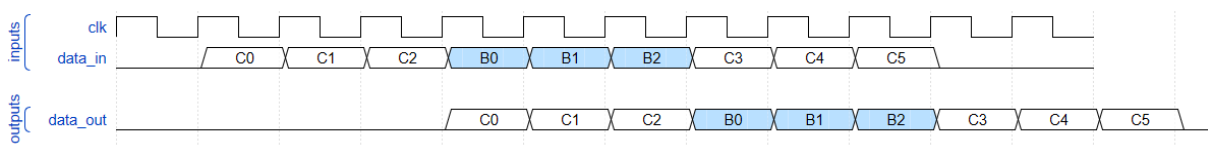

Figure 6. Stream of input packets and output packets.
Frank er en flink designer, men nå har han et problem han ikke finner ut av. Han har lyst til å lage en modul som tar inn en strøm av data pakker. Disse pakkene er av to typer **Compute(C)** og **Bypass(B)**. **C** pakkene skal det gjøres beregninger på før de sendes ut, mens **B** pakkene skal sendes rett gjennom modulen. Det er viktig at pakkene kommer ut i samme rekkefølge som de kommer inn og at en ny pakke mottas og sendes ut hver eneste klokkesyklus. Figure 6 viser strømmen av pakker inn og ut av modulen.
Frank is a capable designer, but now he has a problem he struggles with. He has been given the task of designing a module that accepts a stream of data packets. Two types of packets exist: **Compute (C)** packets and **Bypass(B)** packets. The design will do computations on the C packets, whereas the B packets will be sent straight through the module. It is important that the packets are sent out of the module in the same order as they came in and that new packets are accepted and sent out on every clock cycle. Figure 6 shows the stream of packets in and out of the module.